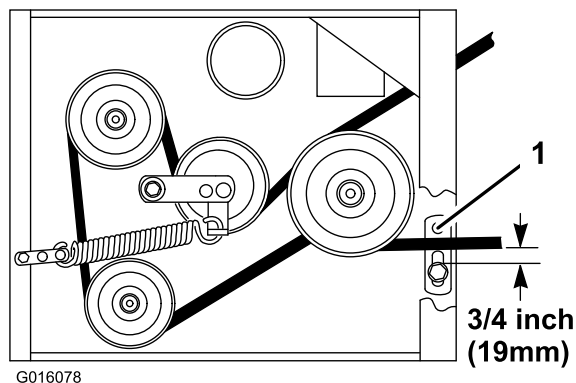

Figure 48
8. Vérifiez que le guide de courroie sous le bâti du moteur est réglé correctement (Figure 48).
Remarque: Lorsque la courroie du plateau de coupe est engagée, vérifiez que le guide et la courroie sont espacés de 19 mm (Figure 48). Réglez le guide de courroie du plateau de coupe au besoin. La courroie désengagée ne doit pas traîner ni tomber de la poulie quand les guides sont réglés correctement.